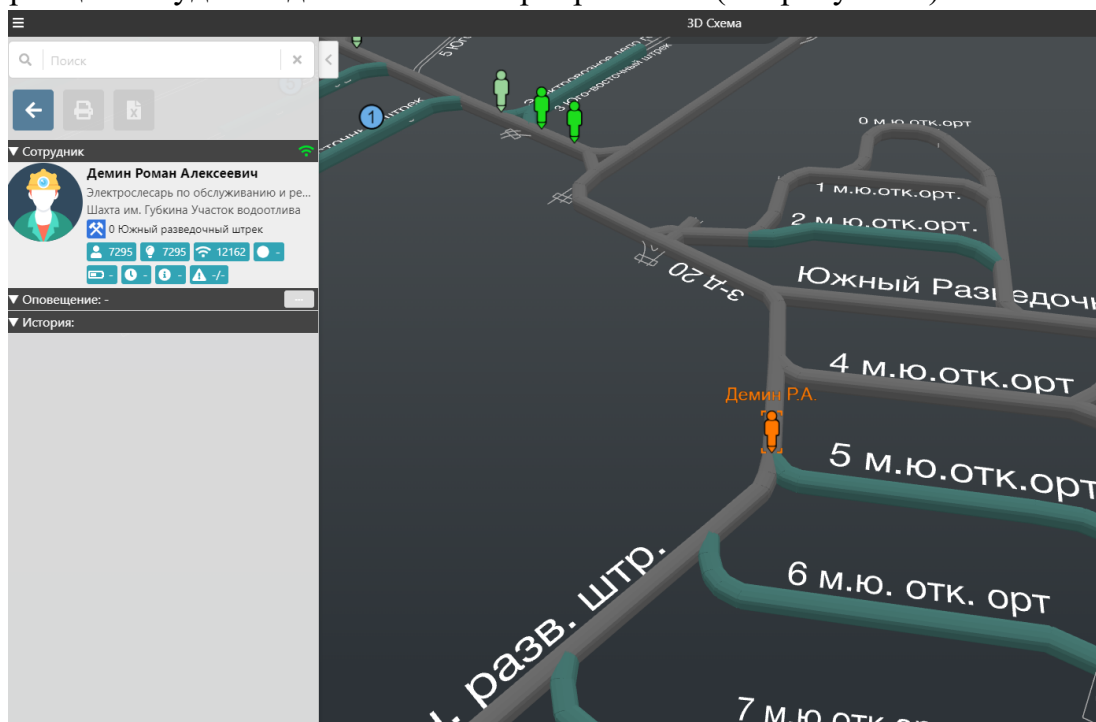

Рисунок 4 - Получение информации о сотруднике
2.4.3. Для получения информации о горнорабочем необходимо подвести курсор мыши к метке на схеме и нажать ЛКМ. При этом откроется окно детальной информации и будет выделена метка горнорабочего (см. рисунок 4).